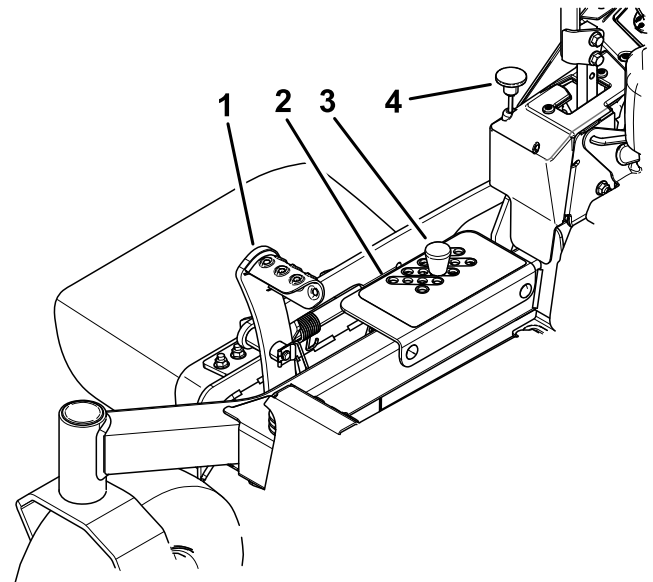

Figura 27
2. Pise el pedal de elevación de la carcasa y eleve la carcasa a la posición de TRANSPORTE (que es también la posición de Altura de corte de 127 mm o 5") como se muestra en **Figura 27**.
3. Retire el pasador del soporte de altura de corte (**Figura 27**).
4. Seleccione el taladro del soporte de altura de corte que corresponde a la altura de corte deseada, e inserte el pasador (**Figura 27**).